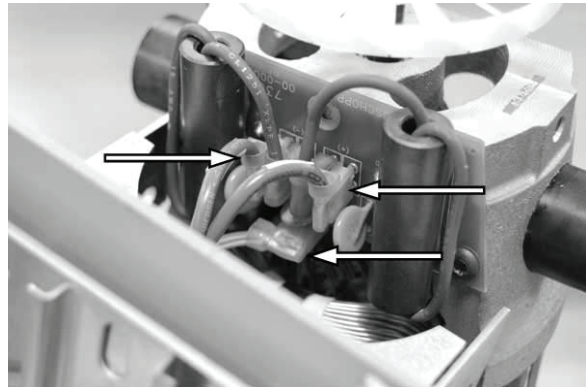

Рис. 22.
4. См. рис. 22. Отсоедините 3 шт. провода двигателя.